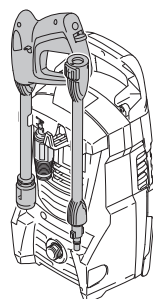

Fig. 31
6. Armazene os acessórios na parte traseira e no compartimento de armazenamento do aparelho (Fig. 31).